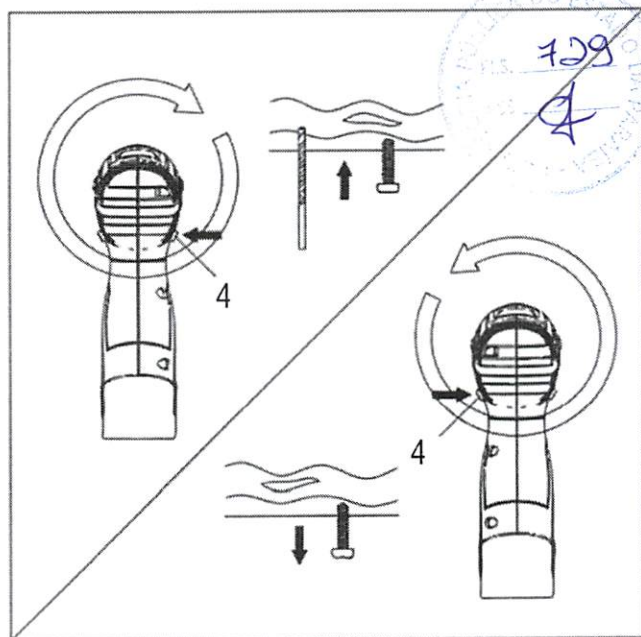

Fig. 5 – Sentido de rotación
Después de que el motor se haya detenido, seleccione el sentido de giro en el botón de reversión (4), como se muestra en la Fig. 5.